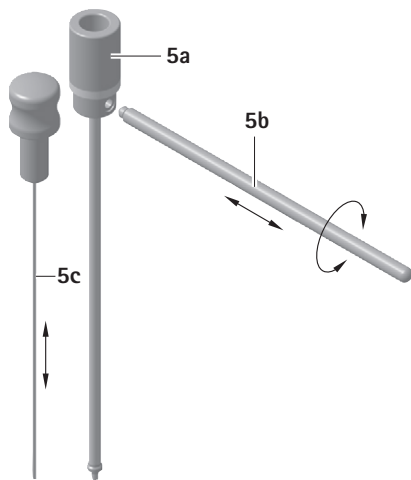

Рис. 1
- ▶ Вставьте толкатель 5с в конечную трубку 5а, см. Рис. 1.